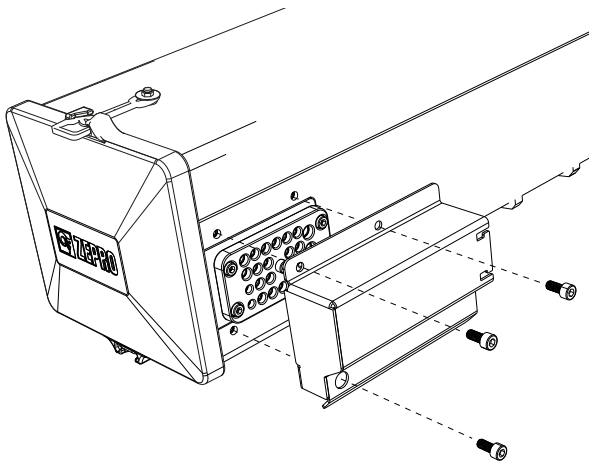

Abb.73. Die Schutzabdeckung der Kabeldurchführung ist mit drei Schrauben befestigt.
1. Entfernen Sie die mit drei Schrauben befestigte Schutzabdeckung der Kabeldurchführung, siehe Abb.73.
2. Bringen Sie die Schutzabdeckung der Kabeldurchführung mit den drei dazu gehörenden Schrauben wieder an, siehe Abb.73.